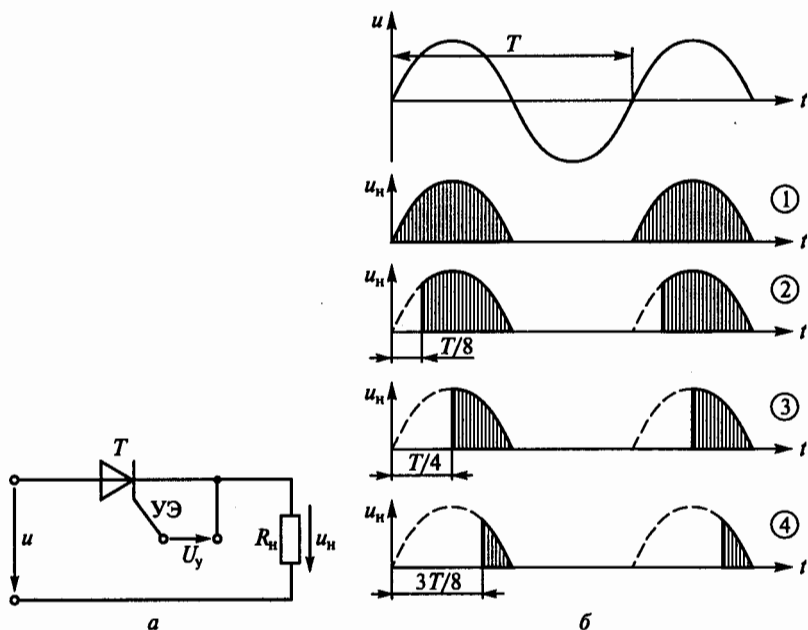

Рис. 119
**3.84.Р.** На рис. 119, а изображена схема управляемого однополупериодного выпрямителя с тиристором  $T$ , который до подачи управляющего напряжения  $U_y$  на управляющий электрод (УЭ) заперт и ток не пропускает. После подачи  $U_y$  на УЭ тиристор отпирается, его сопротивление резко снижается, и он пропускает ток. В обратном направлении тиристор ток не пропускает. Зависимости напряжения на нагрузке  $u_n$  при синусоидальном напряжении
сети и от момента подачи  $U_y$  на УЭ показаны на четырех графиках рис. 119, б, из которых видно, что, изменяя момент подачи  $U_y$  на УЭ, можно изменять среднее значение выпрямленного напряжения.